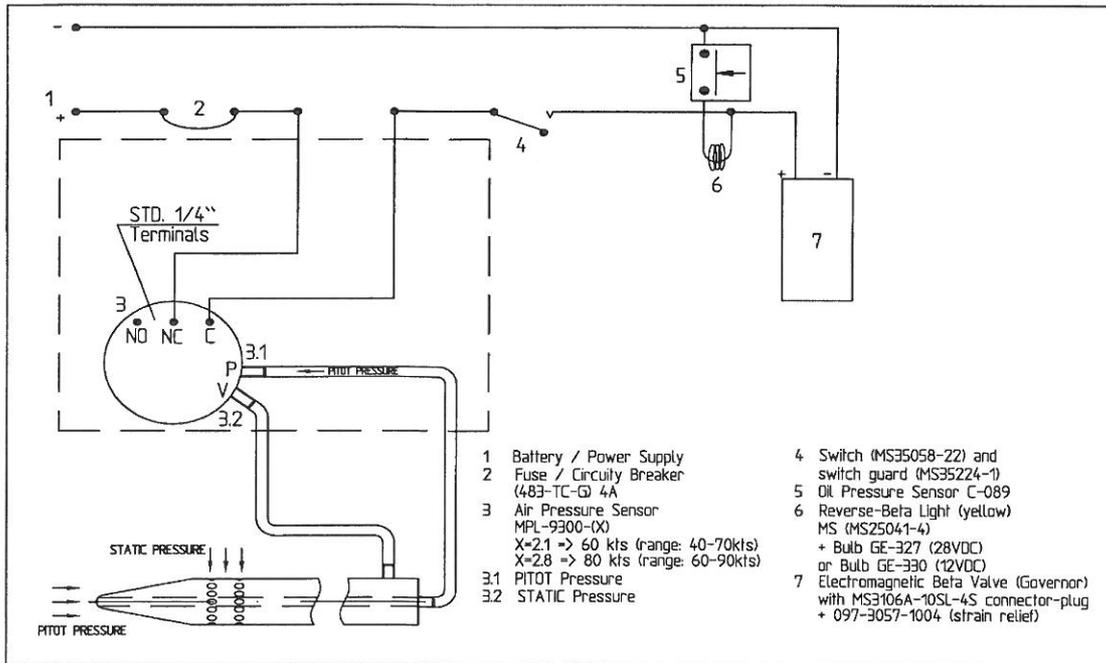

Abb. 1
10. Staudruckschalter C-120 (Einschaltgeschwindigkeit 40kt) einbauen und mit dem Pitot Static System verbinden. Anschlüsse gemäß Abb.1 durchführen.
11. Öldruckschalter C-089 am Reglergehäuse gemäß Abb.1 anschließen.